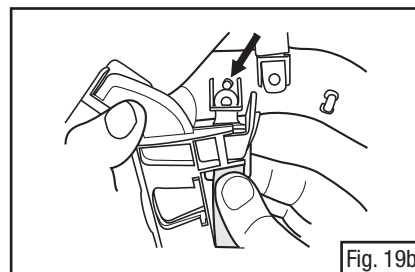

Fig. 19b
2. Installer la mentonnière en insérant les pinces dans les points de fixation de la coiffe prévus à cette fin, conformément à la Fig. 19b, et appuyer fermement.